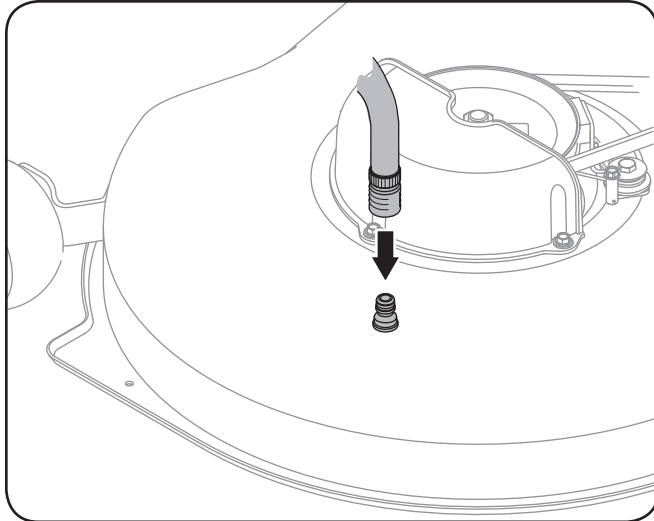

Figure 6-4
4. Attachez le raccord pour boyau d'arrosage à l'orifice aménagé sur la surface du plateau de coupe. Voir la Figure 6-4.
3. Repérez l'écrou sur l'avant du support de stabilisation. Voir la Fig. 6-4.